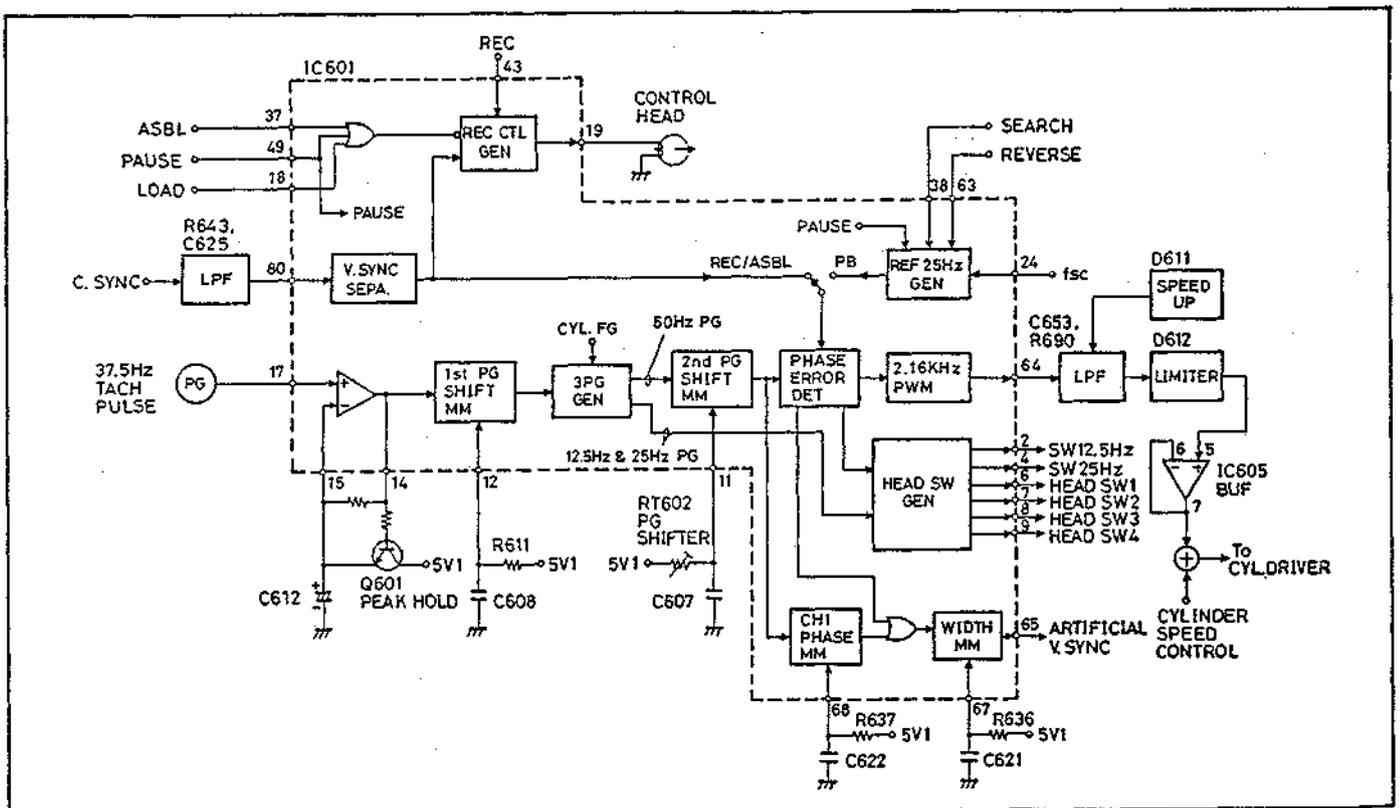
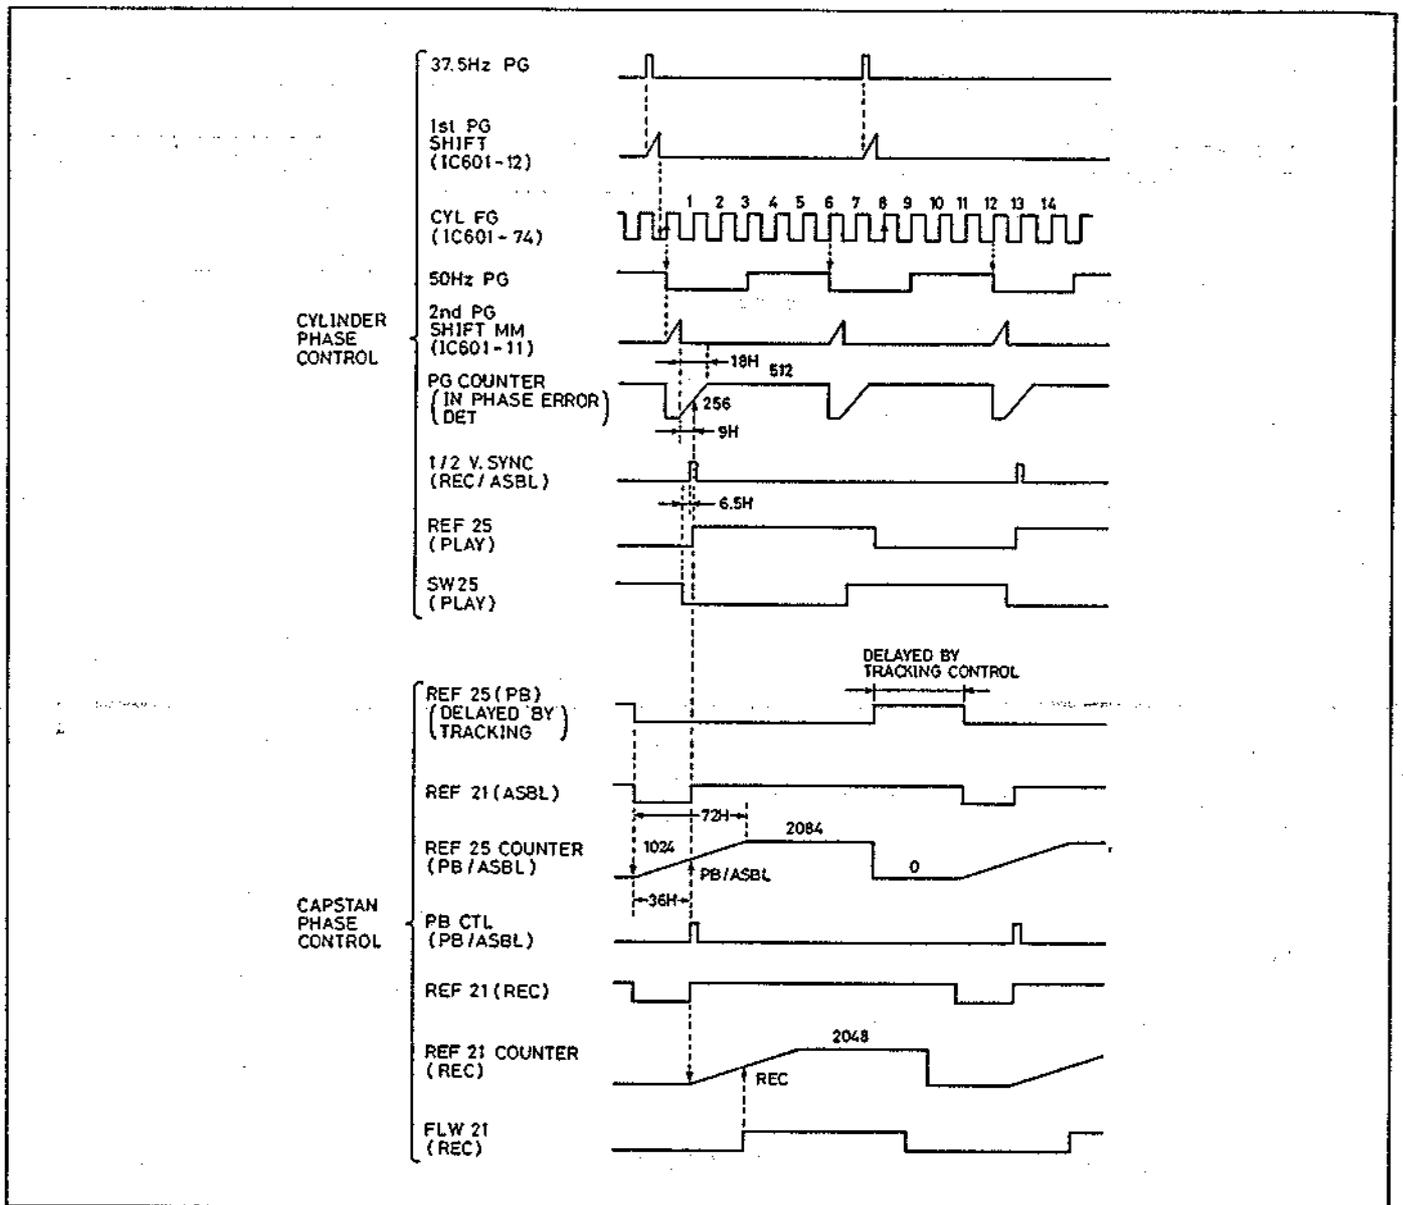

Abb. 4-6 Schaltkreis der Kopftrommel-Phasenregelung
Abb. 4-7 Zeitablaufdiagramm der Kopftrommel/Capstan-Phasenregelung
3-3 Kopftrommel-Phasenregelung (Abb. 4-6 bis 4-8)
In Abb. 4-6 ist der Schaltkreis der Kopftrommel-Phasenregelung dargestellt, wogegen die Abb. 4-7 das Zeitablaufdiagramm zeigt. In diesem Schaltkreis eingeschlossen ist der IC601, der das Rückkopplungssignal (Tachogeneratorimpuls) verstärkt, die Referenzsignale ($1/2 V.SYNC$ und $REF25Hz$) generiert, wahlweise eines dieser Referenzsignale anlegt, die Phasenfehler feststellt und danach die Aufnahmesteuersignale, die Kopfwechselsignale und die künstlichen $V.SYNC$ Signale generiert. IC605, der Puffer für die Kopftrommel-Phasenfehlerspannung, ist ebenfalls in diesem Schaltkreis enthalten. Der Magnetsensor für das Generieren des Tachogeneratorimpulses (PG) ist an der unteren Kopftrommel befestigt. Der Sensorausgang (Tachoimpuls) wird an Stift 17 in den IC601 eingespeist, in dem der Verstärker/Wellenformer-Schaltkreis (PG AMP/SHAPER) und der an den Stift 15 angeschlossene Kondensator (C612) den Tachoimpuls (PG) an Stift 17 verstärken und formen, um Fehler zu vermeiden, die
In Abb. 4-11 ist der Schaltkreis der Capstan-Phasenregelung dargestellt, wogegen die Abb. 4-7 das Zeitablaufdiagramm zeigt. In diesen Schaltkreis eingeschlossen sind der IC601, der den Schwungrad-Frequenzgenerator-Impuls formt, die 25 Hz und 21 Hz Referenzsignale generiert, die Phasenfehler feststellt und die Pulsbreitenmodulation der Phasenfehlersignale vornimmt, und der IC603, der die Wiedergabe-Steuerspurimpulse (PB CTL) verstärkt und formt. Das Schwungrad-Frequenzgenerator-Signal wird während der Aufnahme als Rückkopplungssignal verwendet. Wenn die Bandgeschwindigkeit auf dem Nennwert gehalten wird, beträgt die Frequenz 252 Hz in dem SP- bzw. 126 Hz in dem LP-Modus. Das generierte Schwungrad-Frequenzgenerator-Signal tritt in den Verstärker/Wellenformer (FG AMP/SHAPER) des IC601 über die Stifte 34 und 35 ein. Dieser Schaltkreis formt das Sinuswellensignal in ein Rechteckwellensignal um, um Fehlbetrieb der nachgeschalteten Digital-Schaltkreise aufgrund von Verzerrungen des Schwungrad-Frequenzgenerator-Impulses oder Rauschstörungen zu vermeiden. Der geformte Schwungrad-Frequenzgenerator-Impuls wird an das Dividierglied in IC601 geliefert. Das Dividierglied teilt den Schwungrad-Frequenzgenerator-Impuls durch 12 in dem SP- bzw. durch 6 in dem LP-Modus, so daß eine Frequenz von 12 Hz erhalten wird. Der Wiedergabe-Steuerspurimpuls (PB CTL) wird während der Wiedergabe bzw. bei Wiederaufnahme der Aufnahme mit Hilfe des Steuerpurkopfes abgetastet und über den Stift 1 an den Verstärker/Wellenformer (CTL AMP/SHAPER) in IC603 geliefert. Hier wird der Wiedergabe-Steuerspurimpuls (PB CTL) verstärkt und geformt, worauf er an dem Stift 6 ausgegeben wird. Der geformte Wiedergabe-Steuerspurimpuls (PB CTL) gelangt über den Stift 32 in das Dividierglied in IC601. Hier wird der Steuerspurimpuls (PB CTL) im SP-Suchlaufmodus durch 3 bzw. im LP-Suchlaufmodus durch 7 geteilt. In anderen Modi als dem Suchlaufmodus findet keine Teilung des Steuerspurimpulses